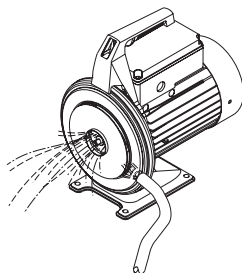

Рис. 12 Очистка рабочего колеса
8. Проверить, нет ли грязи на рабочем колесе (поз. 49). При необходимости очистить рабочее колесо с помощью щётки или струи воды под напором (см. рис. 12).